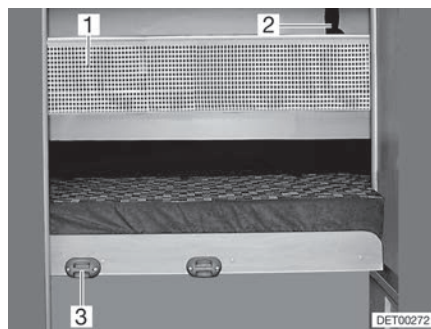

Fig. 117 Rete protettiva
- Agganciare la scaletta di accesso con i longheroni nell'apposito supporto (Fig. 117,3) al diaframma.
La rete protettiva (Fig. 117,1) è stivata sui modelli di serie tra il materasso e il telaio portamaterasso. Fissare la rete protettiva soltanto dopo che la persona si è già stesa nel letto.
- Fare innestare i nastri di sostegno (Fig. 117,2) nei supporti sul soffitto.